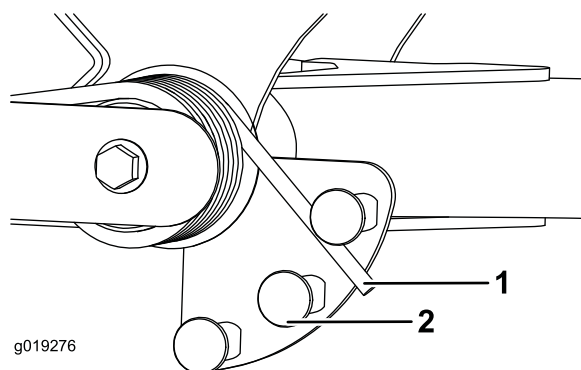

Figure 66
2. Insérez un tube ou un objet similaire sur le ressort long et le faire pivoter autour de l'actionneur de ressort à la position voulue (Figure 66).